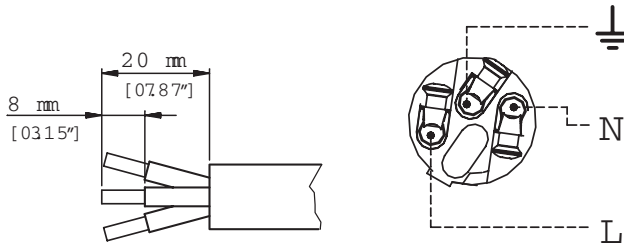

Figura 8: Cableado del conector de red
2. Preparar el cable de red y utilizar un destornillador para fijar los cables en los terminales apropiados e insertarlos como muestra la Figura 8.